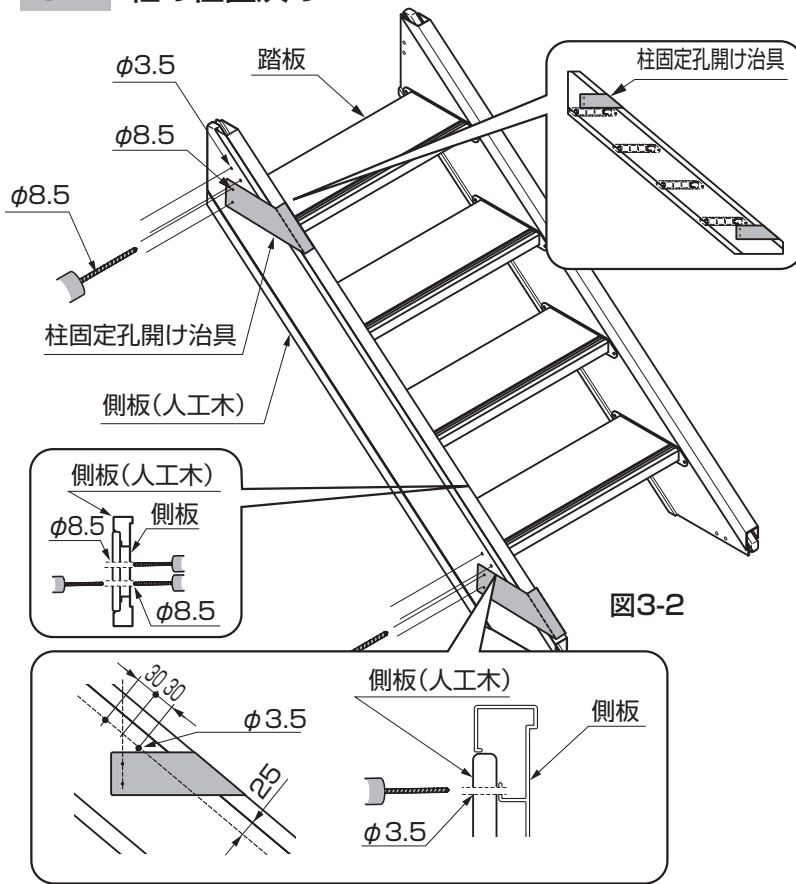

図3-2
①柱固定孔開け治具を図のように使い、踏板面の上か下に合わせて側板の内外両側からφ8.5の貫通孔をあけてください。(図3-2参照)
②ガードウォーカー取付孔の上側にφ3.5の孔を2つあけてください。(図3-2参照)